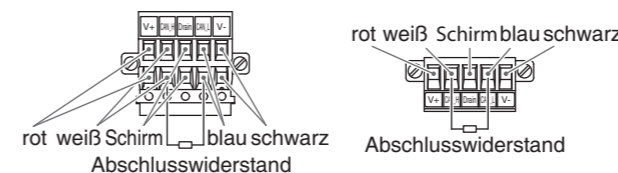

Abb. 2
- (2) An beiden Enden des DeviceNet™-Bus-Segments ist ein Abschlusswiderstand erforderlich (siehe Abb. 2).